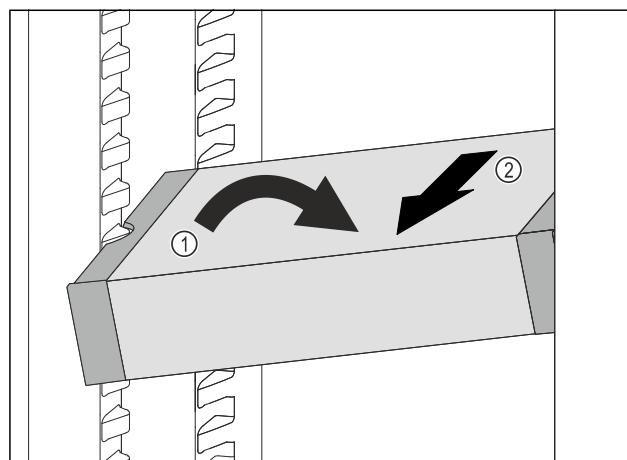

Fig. 98
- VarioSafe postavte v chladničke šikmo. Fig. 98 (1)
- VarioSafe vyberte dopredu. Fig. 98 (2)